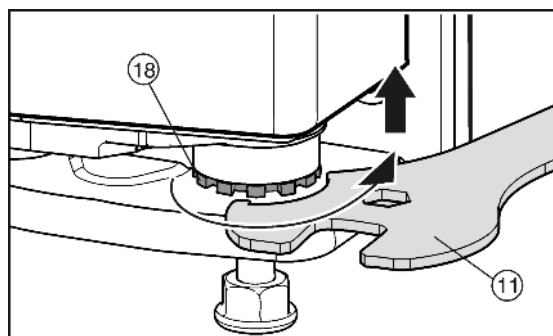

Fig. 13
- ▶ Če želite vrata dvigniti, ležajni sornik *Fig. 13 (18)* s priloženim viličastim ključem *Fig. 13 (11)* odvijte v desno. Pri dobavi je ležajni sornik popolnoma privit.